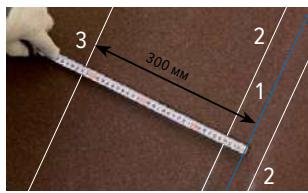

Рис. 36
1. Линия установки вертикального гонта (Рис. 36 — 2)*. От центральной оси ендовой (Рис. 36 — 1) отступаем по 40 мм в обе стороны.
2. Линия фиксации вертикального гонта (Рис. 36 — 3) гибкой черепицы на расстоянии не менее 300 мм от оси ендовой.